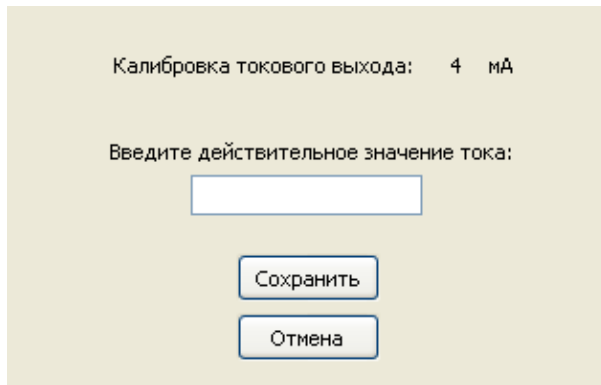

Рисунок 4 - окно калибровки токового выхода: 4 мА
2.Нажмите кнопку «Калибровка 4 мА» отобразится окно калибровки токового выхода: 4 мА (рисунок 4).